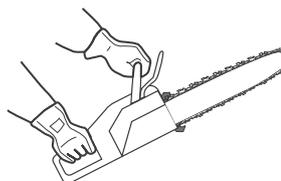

Fig. 23
- > Placer l'outil sur une surface plane adaptée, et vérifier que la chaîne de scie (3) ne touche pas la surface ni d'autres objets.
- > Saisir la poignée avant (1) de la main gauche. Le pouce et les doigts doivent entourer la poignée. Saisir la poignée arrière (11) de la main droite. Le pouce et les doigts doivent entourer la poignée (Fig. 23).
- > Démarrer l'outil comme indiqué, appuyer sur le levier de sécurité de l'accélérateur (26), puis presser à fond le levier de l'accélérateur (27) avec l'index et maintenir dans cette position.